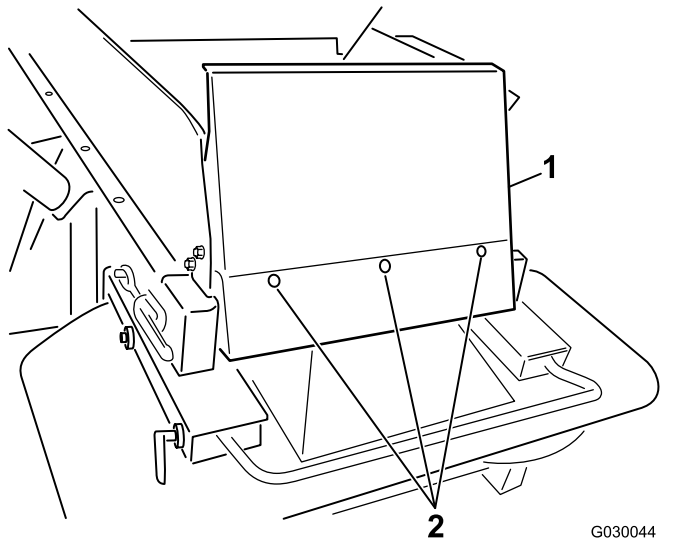

Figura 7
6. Instale el protector de la tolva usando los pernos de cabeza de botón ($\frac{1}{4}$ " x $\frac{5}{8}$ "") y las contratuercas de nylon suministrados (Figura 7).